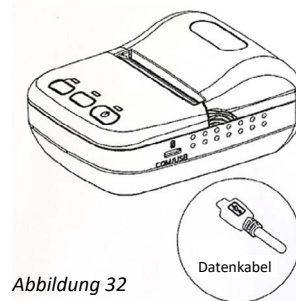

Abbildung 32
- Verwenden Sie das im Lieferumfang des Druckers enthaltene Datenkabel und schließen Sie es an den Daten-Ein/Ausgang des Druckers an (Abbildung 32).